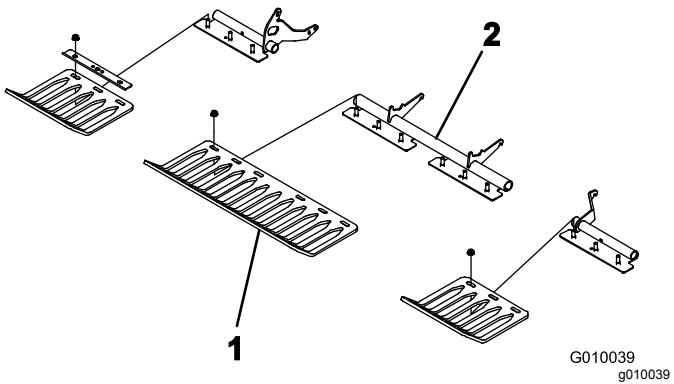

**Figura 24**
- Monte un portataladro en cada brazo de taladros (Figura 24) con 3 (1/2" x 1-1/4"). Apriete los pernos a 101,6 N·m.